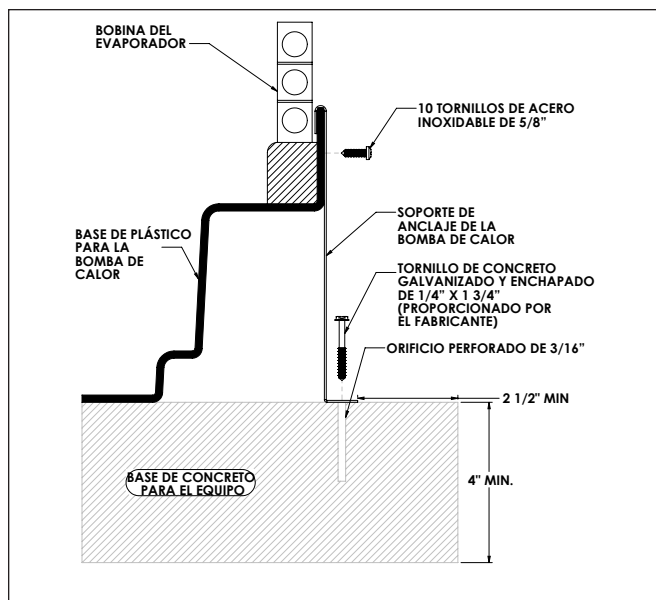

Figura 3. Instalación de la abrazadera de anclaje
3. Coloque el gancho de cada abrazadera sobre el labio en el panel de la base de la bomba de calor. El gancho debe colocarse entre el labio del panel de la base y la protección de la bobina del evaporador (vea la Figura 3).
7. Coloque las abrazaderas del ancla de tal forma que los orificios en las abrazaderas se encuentren sobre las anclas con pernos. Asegúrese de que los ganchos de la abrazadera estén sobre el labio de la base de la bomba de calor (vea la Figura 3).